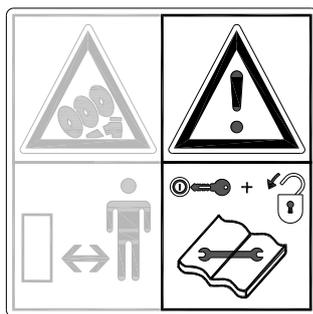
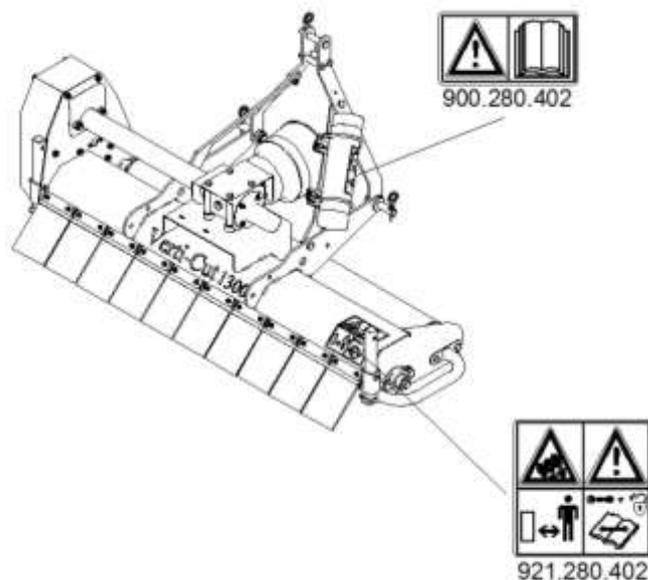

Fig. 2
Fig. 5
Durante i lavori di manutenzione, regolazione e riparazione, **spegnere sempre il motore del trattore, togliere la chiavetta d'accensione dal contatto e staccare sempre la presa di forza PTO.** (Fig. 2)
Su entrambi i lati della Verti-Cut sono presenti (Fig. 5) adesivi di sicurezza (Fig. 2,3,4) con un significato simile. Questi adesivi di sicurezza devono essere sempre ben visibili e leggibili, e, se danneggiati, devono essere sostituiti.
- (7) Posizione degli adesivi di sicurezza. (Fig. 5)